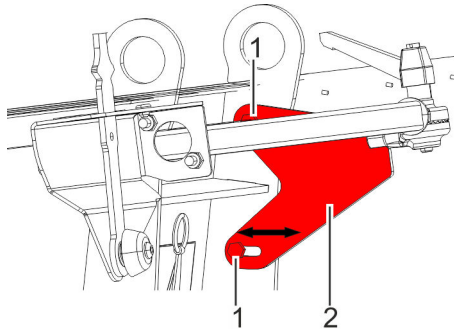

Abb. 37: Höhe der Konsole für den Schalthebel einstellen
1. ➤ Obere und untere Schraube (Abb. 37/1) mit Schraubenschlüssel lockern.
2. ➤ Konsole für den Schalthebel (Abb. 37/2) in die gewünschte Position schieben.
3. ➤ Beide Schrauben (Abb. 37/1) festdrehen.